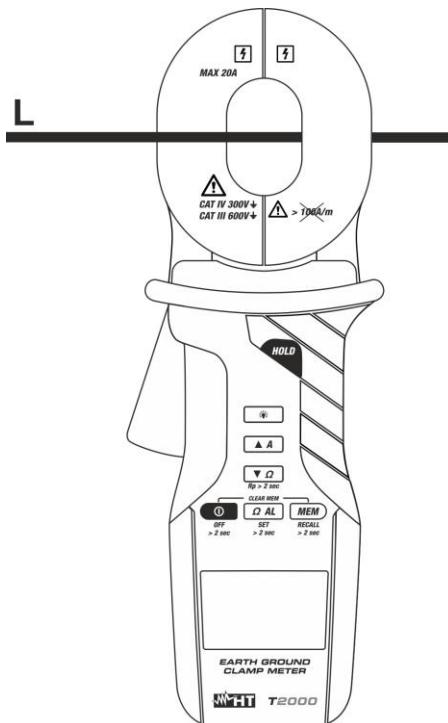

Fig. 19: Mesure de courant AC
- Ouvrir le tore doucement insérer le câble à mesurer (voir Fig. 19) et lire le résultat à l'écran.